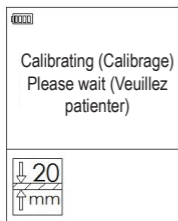

Fig. 5
- Pour calibrer, allumez l'appareil de mesure et de détection laser à l'aide de la touche Marche/Arrêt (2).
- Appuyez sur la touche de détection du bois (1) pour activer le mode de détection des objets non métalliques. Le mode de détection actuel est indiqué par annonce vocale lorsque celle-ci est activée.
- Le calibrage commence automatiquement. Ne déplacez pas l'appareil de mesure et de détection laser pendant environ 1 à 3 secondes et attendez que le calibrage soit terminé (comme illustré sur les fig. 5 et 6) avant de pouvoir commencer avec la détection.